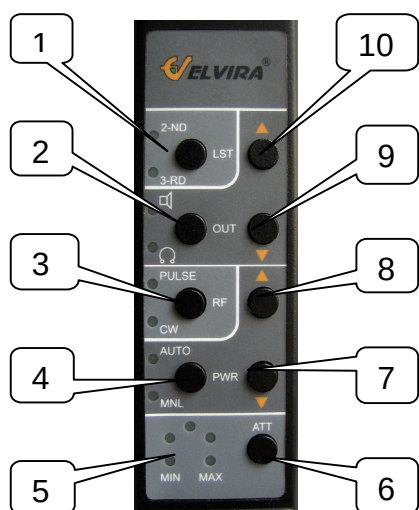

Рис. 4
4.3. Пульт управления с источником питания предназначен для управления работой обнаружителя и питания устройства. В корпусе расположена плата управления, кнопки управления режимами работы, светодиоды индикации рабочих режимов и аккумуляторная батарея. Одновременно, корпус выполняет функции ручки. Кнопки управления по функциональному признаку разделены на две группы: «AUDIO», расположенная в верхней половине пульта, и «POWER RF», занимающая его нижнюю половину. Пульт управления показан на рис.4.
6.4. При необходимости прослушивания сигнала отклика на телефоны, переключить звуковую индикацию в режим головных телефонов, для чего нажать на пульте управления соответствующую кнопку (см. 2 на рис.4) и включить беспроводные телефоны (в соответствии с их инструкцией по эксплуатации).